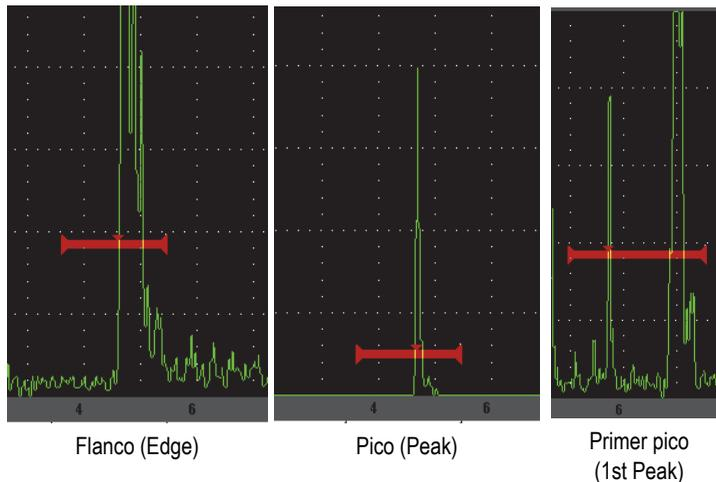

Figura 2-11 Medida tomada en el flanco, pico y primer pico
- **Peak**: La lectura de la medida es tomada en el pico más alto dentro de la puerta (no es necesario que cruce el umbral de la puerta) [véase la Figura 2-11 en la página 42].
- **1stPeak**: La lectura de la medida es tomada en el primer pico que cruza el umbral de la puerta (nivel) [véase la Figura 2-11 en la página 42].
- **Edge**: La lectura de la medida es tomada en la posición del primer punto de cruce de la señal en la puerta (véase la Figura 2-11 en la página 42).